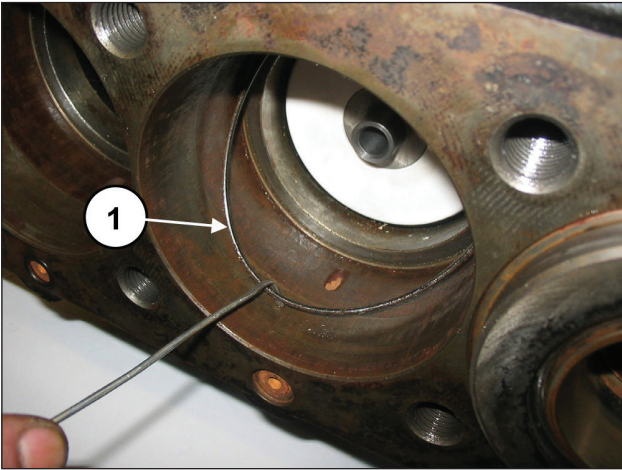

图125
如果密封圈底座底部的O形圈留在泵壳（部件号①，图125）内，则将其拆除。